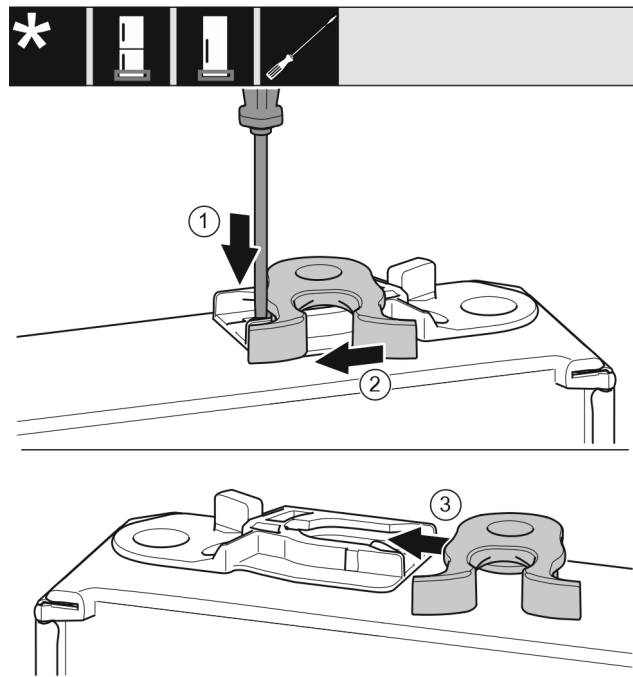

Fig. 23 *
- Odvijačem s ravnom glavom pritisnite spojnicu Fig. 23 (1) prema dolje.*
- Izvucite kuku za zatvaranje Fig. 23 (2) iz vodilice.*
- Gurnite kuku za zatvaranje Fig. 23 (3) na drugoj strani u vodilicu.*